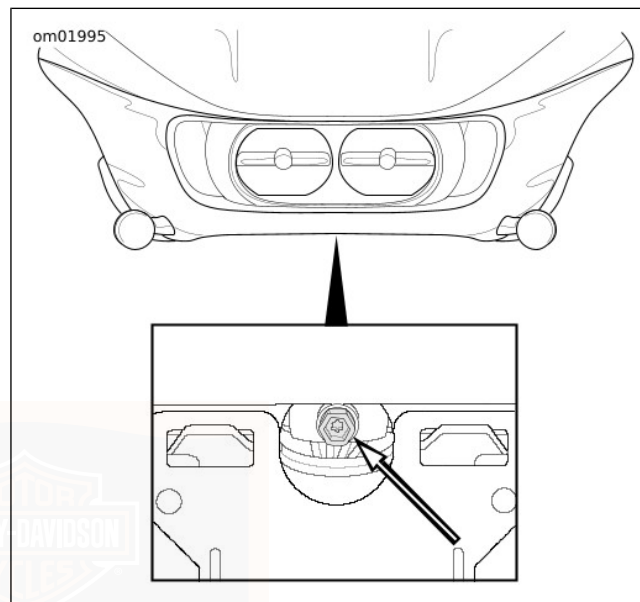

Figure 87. Régleur de phare : FLTRU, FLTRX, FLTRXS
3. **Modèles avec carénage monté sur cadre** : Voir Figure 87.